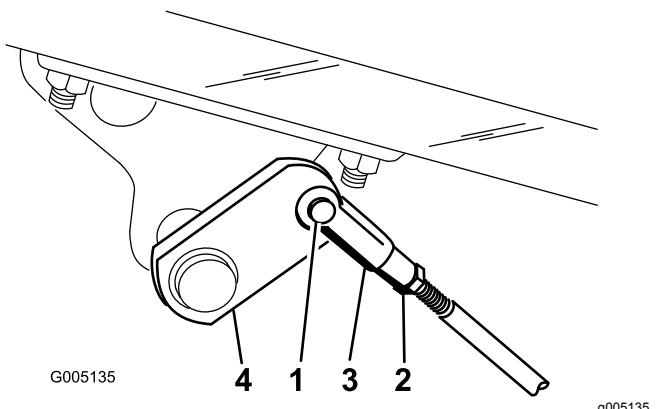

Figura 50
- A. Desengate as barras dos travões, retirando o respetivo contrapino e passador de forquilha (Figura 50).
- B. Liberte a porca de segurança e efetue o ajuste do passador de forquilha (Figura 50).
- C. Monte o passador de forquilha no eixo do travão (Figura 50).